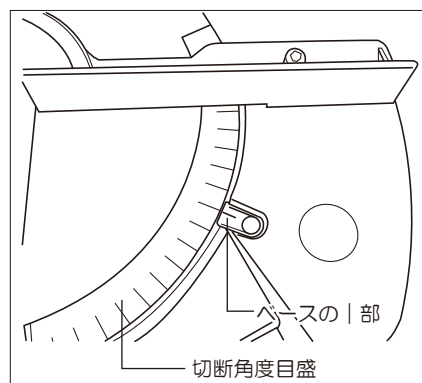

図11
- ②ターンテーブルの切断角度目盛り0度と、ベースの|部を合わせてください。(図11参照)